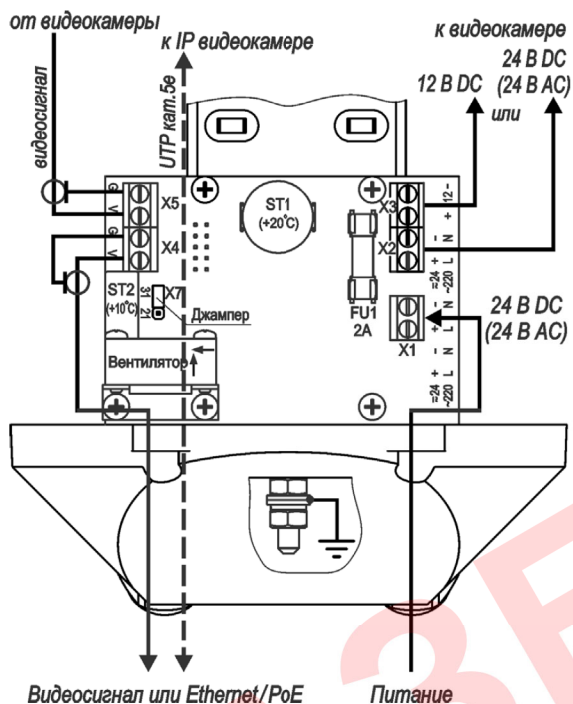
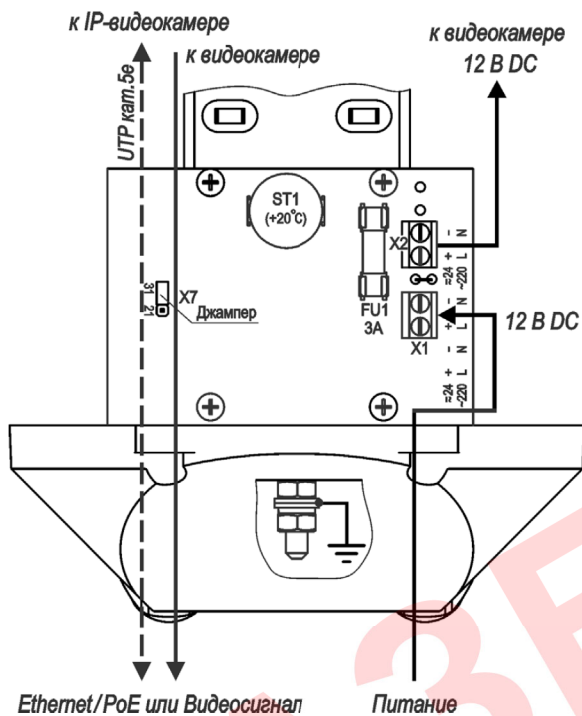

Рисунок 3 – Подключение ТГБ-7У-24/12
Рисунок 9 – Подключение ТГБ-7У-12
*** Предприятием-изготовителем в ТГБ-7У-24/12 джампер Х7 установлен в положение «31» – мощность обогрева 33 Вт, для изменения мощности на 22 Вт джампер необходимо переставить в положение «21» (см. рисунок 3), в ТГБ-7У-220/12 джампер Х7 установлен в положение «25» – мощность обогрева 33 Вт, для изменения мощности на 22 Вт джампер необходимо переставить в положение «17» (см. рисунок 4), в ТГБ-7У-12 джампер Х7 установлен в положение «31» – мощность обогрева 16 Вт, для изменения мощности на 11 Вт джампер необходимо переставить в положение «21» (см. рисунок 9)